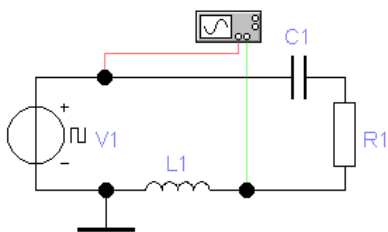

Рис. 7
3.13. Соберите схему для исследования напряжения на индуктивности в последовательной RLC -цепи (рис. 7) при ее подключении к источнику периодической последовательности импульсов напряжения прямоугольной формы.
Согласно рис. 7 канал А вертикального отклонения осциллографа отображает напряжение источника V_1 , а канал В – напряжение на индуктивности в последовательной RLC -цепи. Осциллограммы сигналов рекомендуется отображать разным цветом.